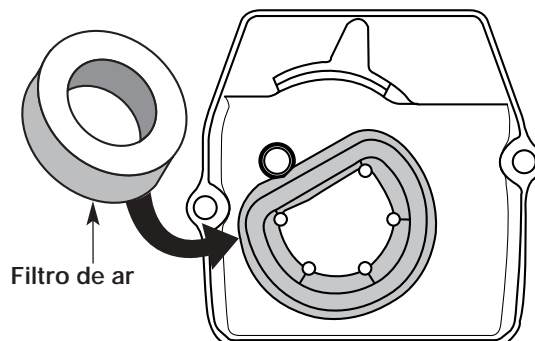

Fig. 22
2. Retire o filtro de ar na traseira do cárter de filtro de ar/escape (Fig. 22).
6. Coloque o filtro de ar no cárter do filtro de ar/escape (Fig. 22).